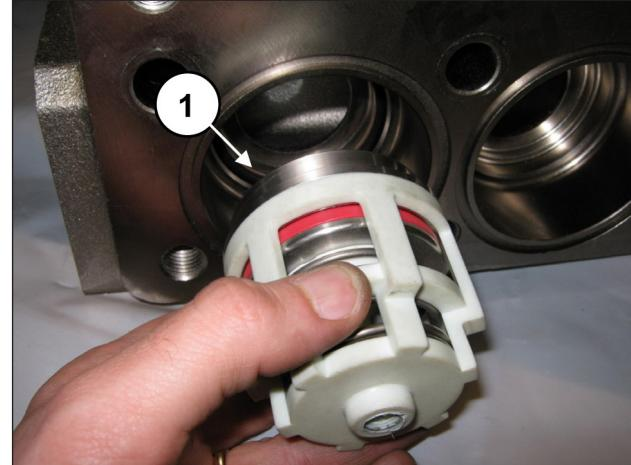
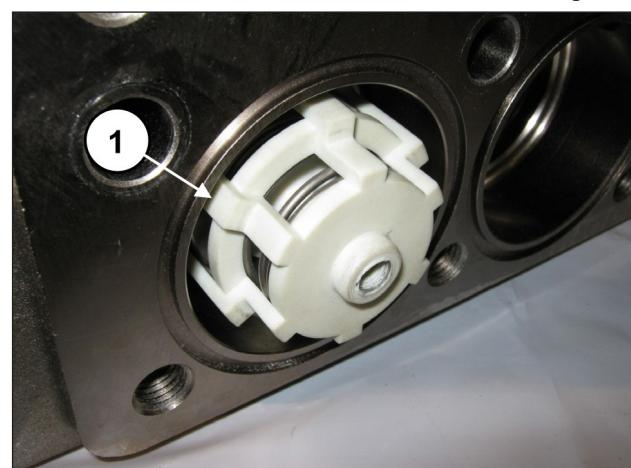

Fig. 151
Fig. 152
Placer le groupe soupape d'aspiration (rep. ①, Fig. 151). Engager à fond le groupe soupape complet qui devra être positionné comme indiqué rep. ①, Fig. 152.